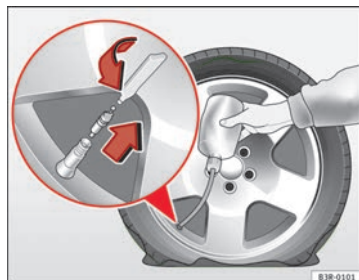

Abb. 123 Reifen: auffüllen
- Entfernen Sie die Ventilkappe vom Reifenventil und drehen Sie mit einem Ventileinsatzdreher den Ventileinsatz heraus ⇒ Abb. 123.